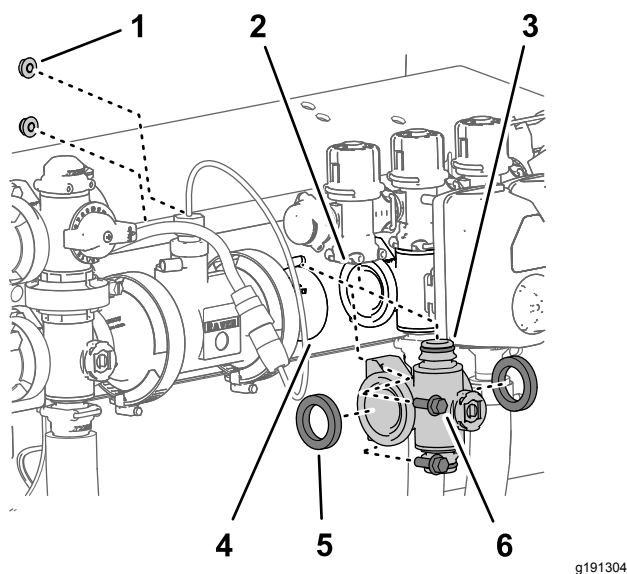

Figure 112
le collecteur de vanne de section au support de vannes (Figure 112).
5. Baissez le collecteur de vanne de section et les joints pour les séparer de la vanne de dérivation de section et déposez-les de la machine (Figure 112).